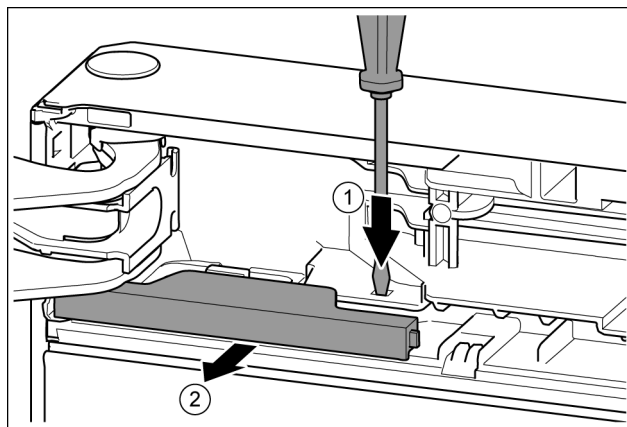

Fig. 11
- Lasche mit Schlitzschraubendreher drücken. Fig. 11 (1)
- Abdeckung aus der Verrastung ziehen. Fig. 11 (2)